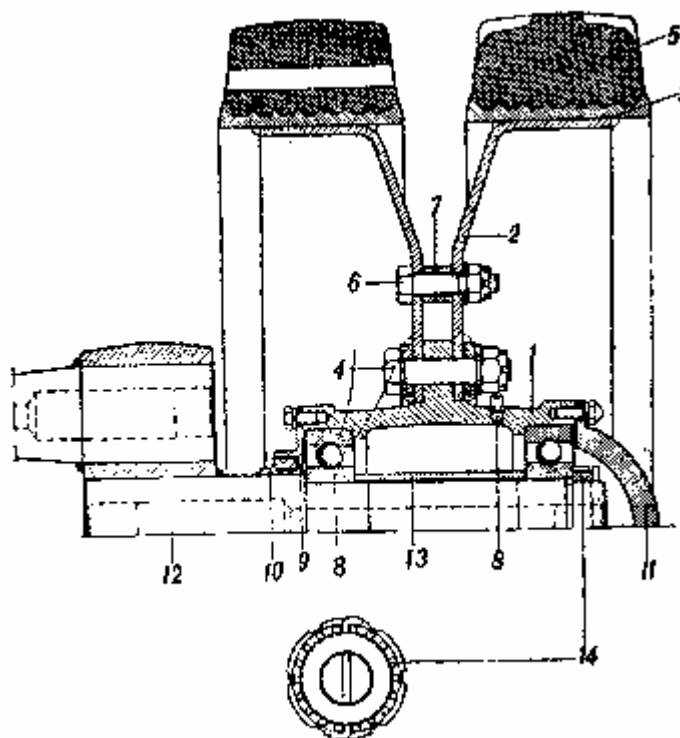

Рис. 135. Опорный каток с наружной амортизацией:
Опорный каток с наружной амортизацией (рис. 135) состоит из ступицы 1 и двух штампованных дисков, 2 с обрешиненными ободами 3. Ступица отлита заодно с фланцем, к которому крепят шестью болтами 4 диски. На диски в нескольких местах напрессованы и приварены обода с резиновой шиной 5. Диски стягивают десятью болтами 6.
Собранный опорный каток надевают на ось 12 (см. рис. 135) впрессованную в балансир, до плотного упора торца внутренней обоймы шарикоподшипника 8 в бурт оси.
- 4) Снять броневой колпак 11 (см. рис. 135), расшплинтовав и отвернув гайку 14.